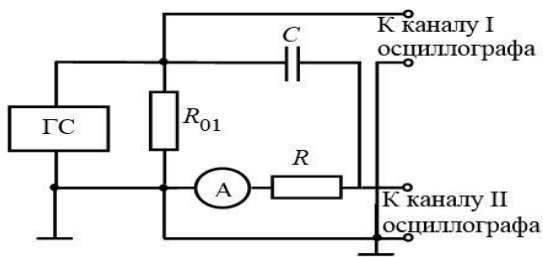
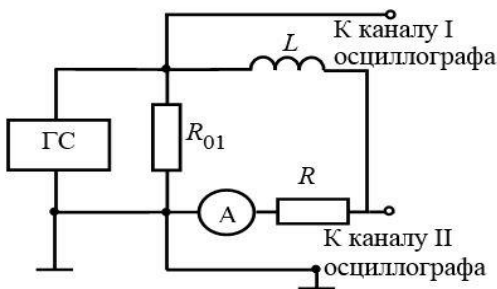

Рис. 4.2. Исследуемая RC -цепь
Рис. 4.3. Исследуемая RL -цепь
Соберите схему RC -цепи с измерительными приборами, изображенную на рис.4.2.
Соберите схему RL -цепи с измерительными приборами приведенную на рис. 4.3.
- 1) Почему в RC -цепи (рис. 4.2) $U_0 \neq U_R + U_C$ и в RL -цепи (рис.4.3) $U_0 \neq U_R + U_L$?
- 2) Почему при увеличении частоты напряжения на входе RC -цепи (рис. 4.2) ток I и напряжение на резисторе U_R увеличились, а напряжение на конденсаторе U_C и фазовый сдвиг между входным напряжением и током $|\varphi|$ уменьшились?
- 3) Почему при увеличении частоты напряжения на входе RL -цепи (рис. 4.2) ток I и напряжение на резисторе U_R уменьшились, а напряжение на катушке индуктивности U_L и фазовый сдвиг между входным напряжением и током $|\varphi|$ увеличились?